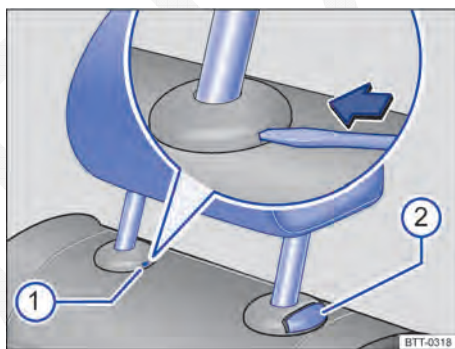

Fig. 65 Desinstalar o apoio para cabeça traseiro.
- Empurrar o apoio para cabeça totalmente para cima ⇒ Fig. 65 1.
- Se necessário, pressionar a haste da chave de fenda da ferramenta de bordo na fenda da capa de cobertura ⇒ Fig. 65 1 no sentido da seta e segurar nesta posição.
- Ao mesmo tempo, pressionar o botão ②, enquanto outra pessoa retira totalmente o apoio para cabeça.